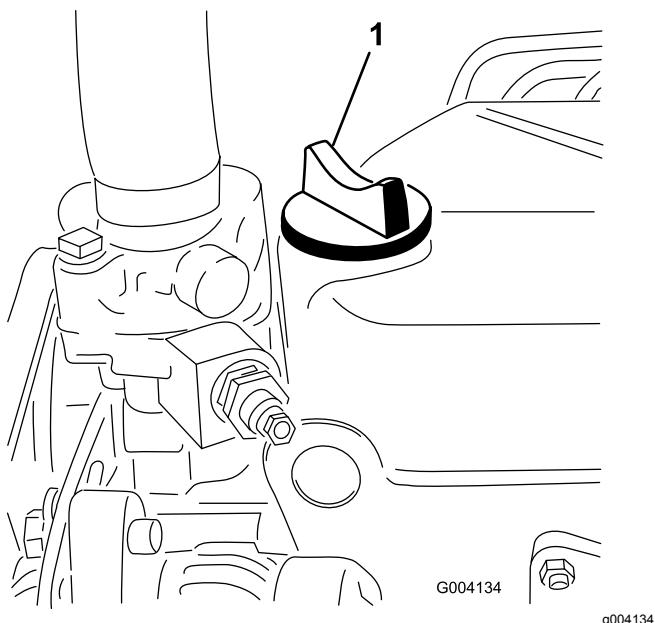

Figura 48
5. Si el nivel de aceite está por debajo de la marca LLENO, retire el tapón de llenado (Figura 48) y añada aceite hasta que el nivel llegue a la marca LLENO.